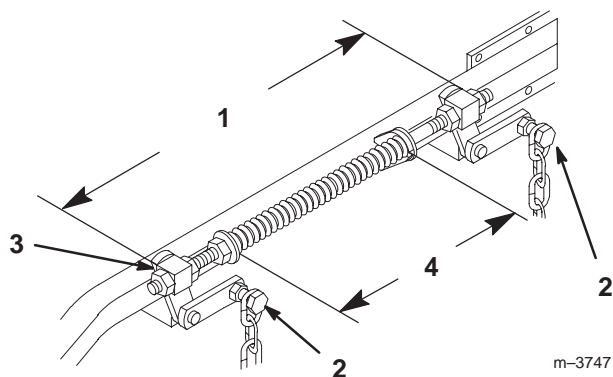

Figure 62
6. Desserrez les quatre (4) boulons de chaîne supérieurs dans les fentes. Vérifiez la longueur des ensembles tige/pivot. Il doit exister un écart de 496 mm (19-17/32") entre l'extérieur du pivot arrière et l'extérieur du pivot avant (Fig. 62). Vérifiez que les quatre pivots bougent librement dans les trous.
2. Les ressorts sont comprimés pour obtenir un écart de 260 mm (10-1/4") entre les deux grandes rondelles (Fig. 62).
3. Tournez l'écrou devant chaque ressort pour obtenir le réglage voulu (Fig. 62). Tournez l'écrou dans le sens horaire pour raccourcir le ressort et dans le sens anti-horaire pour l'allonger.